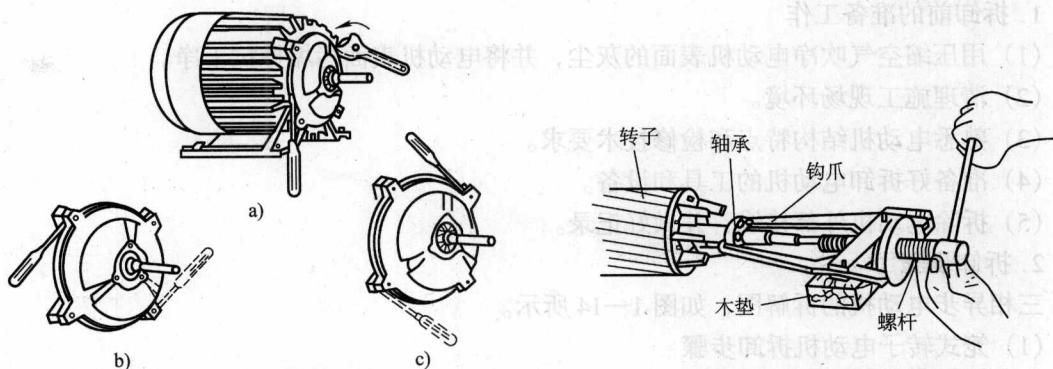

图 1-16 后端盖的拆卸
7) 将前、后端盖与机座配合的部位做好原始记录标志。然后用扁铲伸入机座与后端盖的配合面缝隙中撬开后端盖（有的电动机有顶螺纹孔，应先将螺钉拧出），取下后端盖，如图 1-16 所示。